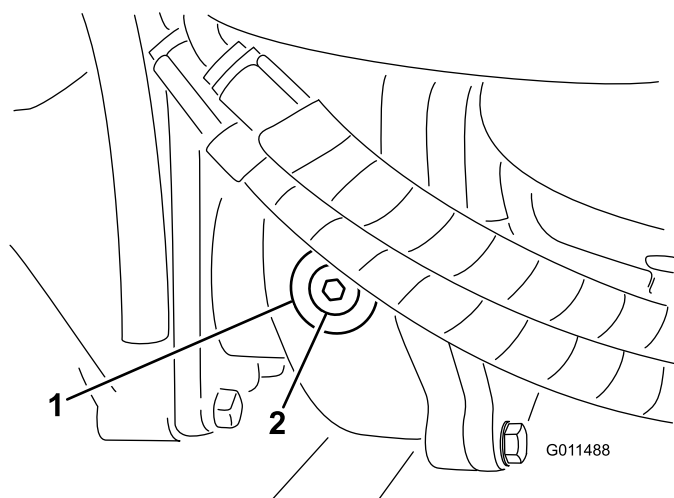

Рисунок 86
2. Снимите пробку контрольного (заливного) отверстия с левой стороны редуктора и убедитесь, что масло доходит до нижнего края отверстия (Рисунок 86).